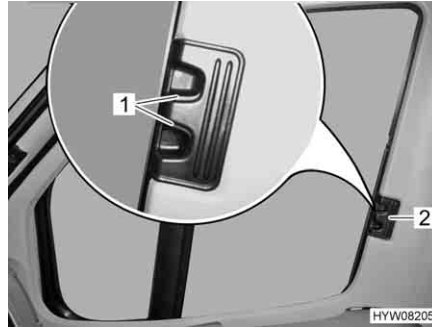

Fig. 66 Estor plegable para la ventana del conductor/acompañante
- Presionar los tiradores de desbloqueo (Fig. 66,1) y mantenerlos presionados.
- Cerrar los estores plegables para la ventana del conductor y la ventana del acompañante tirando en el tirador (Fig. 66,2) hacia el otro lado de la ventana y uniéndolos en las tiras magnéticas.
- Introducir los estores plegables para la ventana del conductor y la ventana del acompañante hasta el tope desplazando el tirador (Fig. 66,2).
- Soltar los tiradores de desbloqueo (Fig. 66,1) y dejar que engatillen.